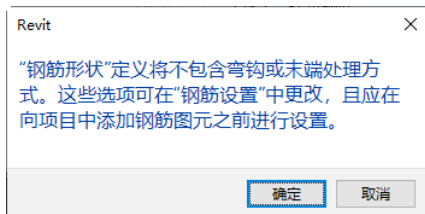

图 13-79 “Revit”提示对话框
(2) 单击“结构”选项卡“钢筋”面板中“钢筋”按钮，打开如图 13-79 所示“Revit”提示对话框，单击“确定”按钮。
(3) 打开“修改|放置钢筋”选项卡，单击“当前工作平面”按钮和“平行于工作平面”按钮。